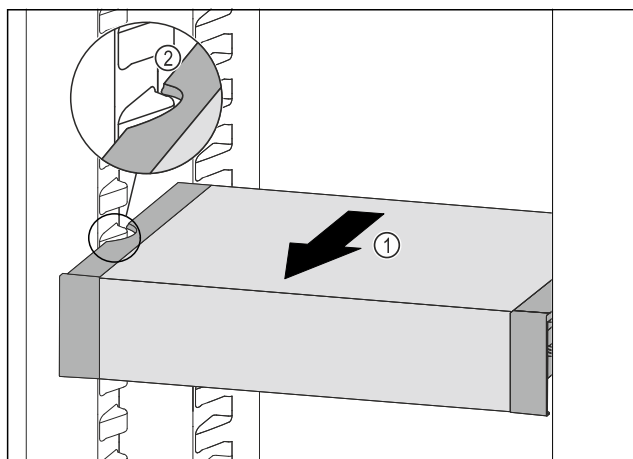

Fig. 199
- ▶ Вытягивайте VarioSafe вперед *Fig. 199 (1)*, пока боковые выемки VarioSafe не окажутся на высоте выступа резервуара в холодильном отделении. *Fig. 199 (2)*